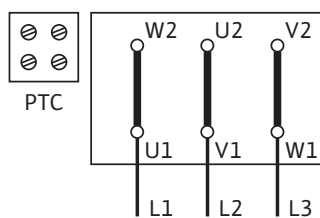

Fig. 45: Y-Δ-start (standard)
Tilslutningsskemaet for den elektriske tilslutning sidder i klemmeboksen (se også Fig. 45/46).
- Nettilslutningen til klemmebrættet er afhængig af motoreffekten P_2 , af netspændingen og af tilkoblingstypen. Den nødvendige tilkobling af forbindelsesbroerne i klemmeboksen fremgår af følgende liste "Tab. 4: Konfiguration af tilslutningsklemmerne" på side 106 samt Fig. 45/46.
| Y-Δ-start (standard) | Forbindelsesbroer fjernes (Fig. 45) |